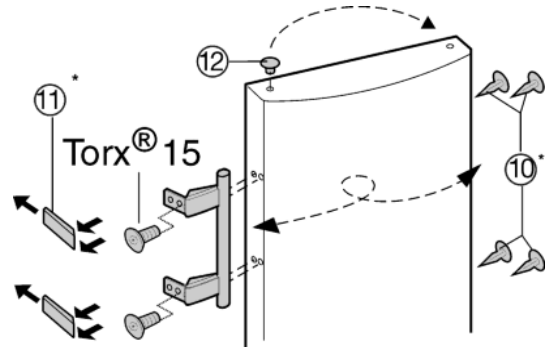

Fig. 7
- ▶ Čepe Fig. 7 (12) vzemite iz puše ležaja vrat in jih prestavite.
- ▶ Ročaj, čepe Fig. 7 (10) in potisne plošče Fig. 7 (11) odmontirajte in jih prestavite na drugo stran.